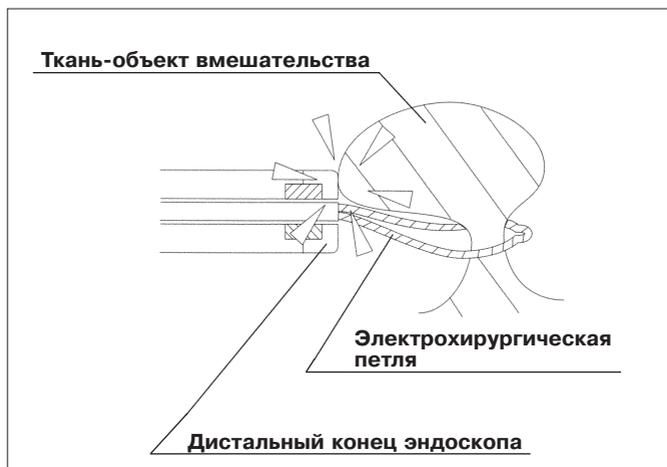

Рис. 4.8
- Не допускайте активации выходной мощности, если дистальный конец эндоскопа находится слишком близко или в контакте с тканями полости тела пациента. Это может привести к ожогу тканей и/или повреждению эндоскопа (см. рис. 4.8).